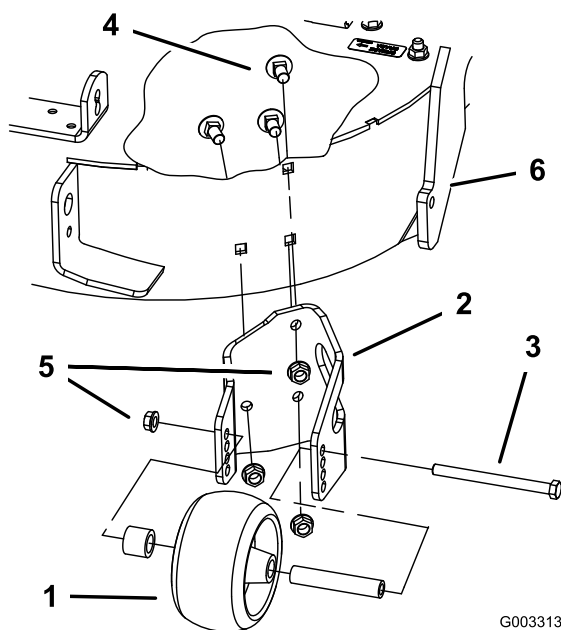

Figure 4
2. Enlevez le galet anti-scalp du support en desserrant et en retirant l'écrou à embase (3/8 po) et le boulon d'essieu 3/8 x 4-1/2 po) comme montré à la Figure 4. Mettez toutes les fixations de côté pour un usage ultérieur.
3. Enlevez les trois boulons de carrosserie (3/8 x 3/4 po) et écrous à embase (3/8 po) qui fixent le support au plateau de coupe (Figure 4). Mettez toutes les fixations de côté pour un usage ultérieur.